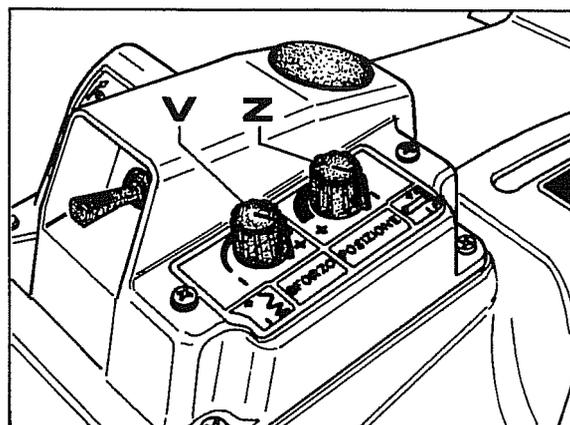

Fig. 55
- b. Tourner les deux rhéostats **V-Z** (fig.55) en fin de course dans le sens des aiguilles d'une montre.
- e2. Vérifier que le rhéostat **Z** (fig.55) est tourné sur le signe négatif (-).